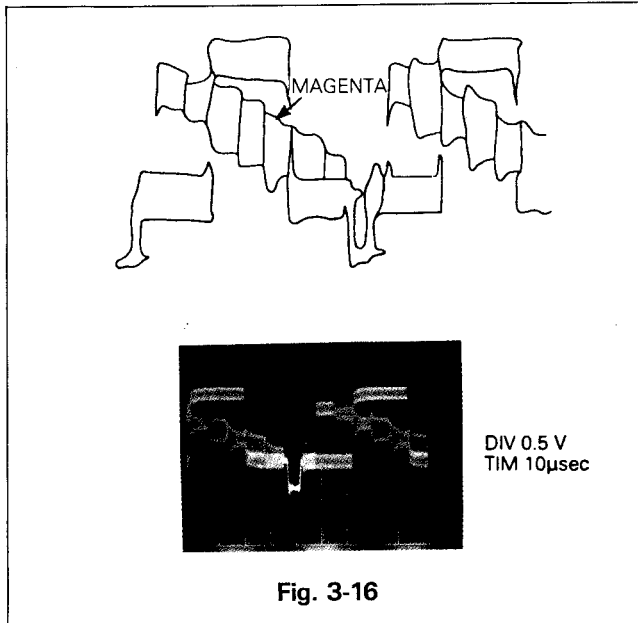

Fig. 3-16
- Régler VC6A1 pour que le signal correspondant à MAGENTA soit de même amplitude sur deux lignes successives. (Voir Fig. 3-16)